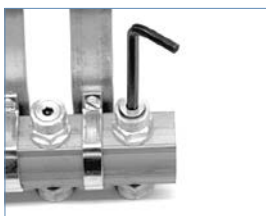

Рис. 7
1. Открутить защитный элемент имбусовым ключом 6 мм - рис. 7.